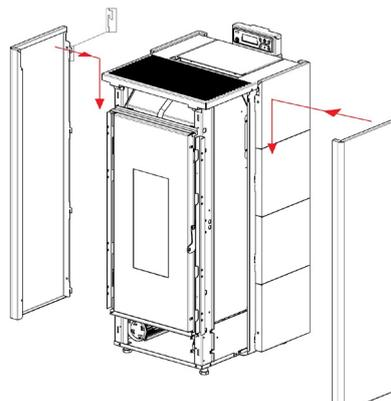

Fig. 31 - Die Platten einhaken
- Die farbigen Platten einsetzen: Die vordere Seite unter den Führungen am Ofen zusammenstecken, dann hinten über die Zähne einhaken (siehe **Fig. 31 auf S. 21**).